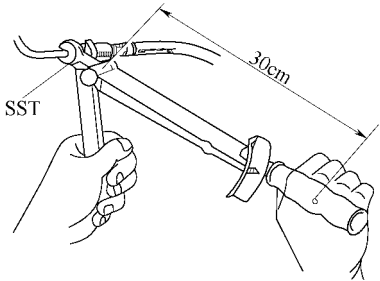

图 2-81 用特种工具将螺母旋紧到规定的力矩
2) 在喇叭口涂敷一薄层机油，旋紧时应使用特种维修工具将螺母拧紧到规定的力矩，如图 2-81 所示。